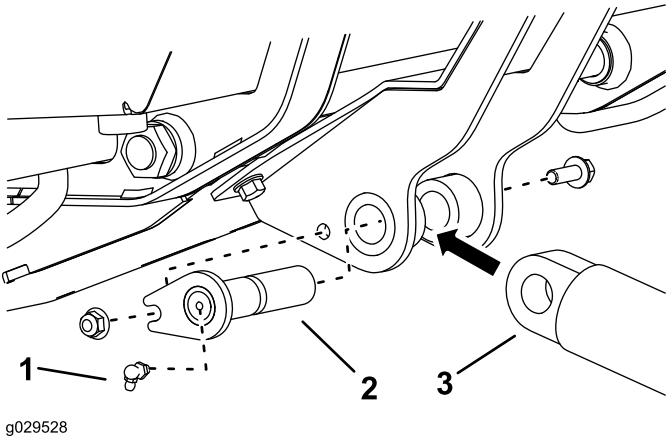

Figura 6
7. Monte a ponta solta do cilindro hidráulico ao suporte do cilindro. Utilize o pino de articulação para montagem do cilindro, um parafuso ($\frac{3}{8}$ pol. x 1 pol.) e uma porca ($\frac{3}{8}$ pol.), tal como se ilustra na Figura 6.
8. Enrosque um bocal de lubrificação na extremidade do pino de articulação, tal como se mostra na Figura 6.